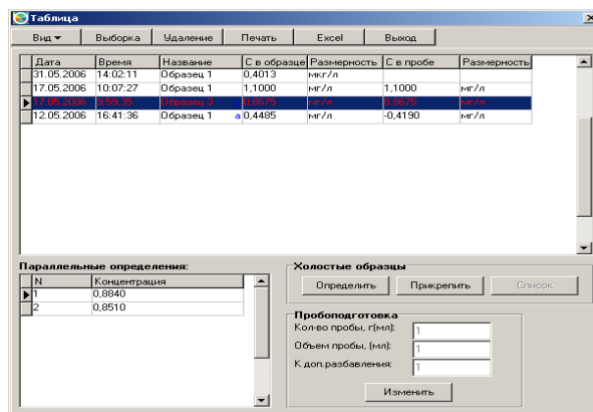

Рис. 41П – Сводная таблица результатов измерений
- 3.8.2** Для вызова таблицы нажать кнопку «Таблица» главного меню программы. При этом откроется окно «Таблица» (рис. 41П.).